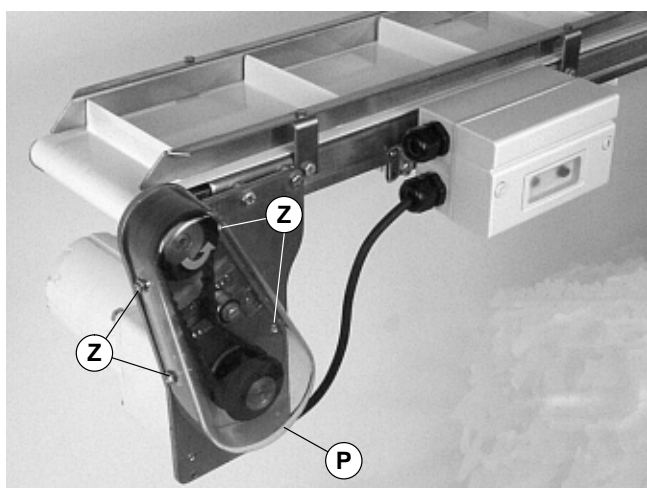

Abbildung 13
1. Vier (4) Schrauben lösen (Z siehe Abbildung 13) und Abdeckung entfernen (P).
HINWEIS: Die Schrauben nicht zu fest anziehen (Z siehe Abbildung 13).
6. Die Abdeckhaube (P siehe Abbildung 13), und vier (4) Schrauben (Z) mit 4 Nm festziehen.